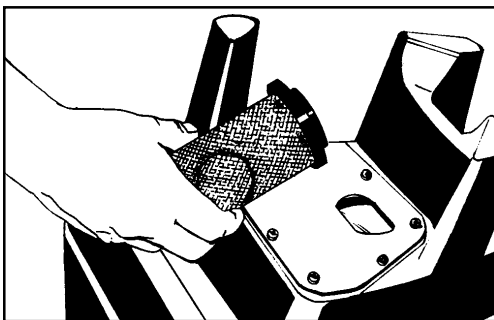

Figure 5
4. For best performance, clean the mesh screen around the float often. See figure 5.
4. Pour un fonctionnement optimal de la machine, nettoyer soigneusement et régulièrement les mailles du tamis du flotteur d'aspiration. (Voir figure 5).